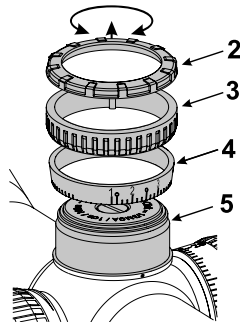

Fig. 3
Dopo avere puntato l'arma su un bersaglio distante 100 m, l'anello per balistica (4) adeguato alla regolazione va fatto scorrere sul pezzo girevole (5) (Fig. 3).